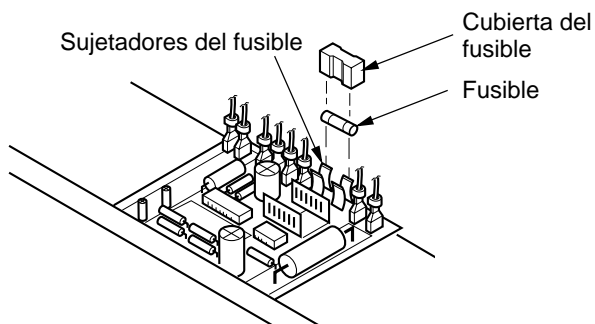

**Figura 19 - Cómo lijar el rotor**
14. Coloque un pedazo de lija muy fina (de grano 600) en una superficie plana. Lije el rotor ligeramente haciendo movimientos en "forma de 8" cuatro veces (consulte la figura 19).